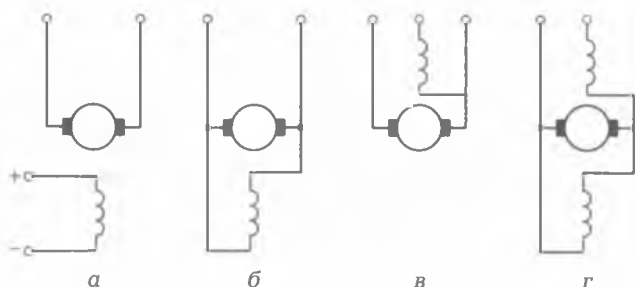

Рис. 7.23. Схемы возбуждения машин постоянного тока:
Свойства генераторов постоянного тока обусловлены в основном способом питания обмотки возбуждения (рис. 7.23). В зависимости от этого различают четыре типа генераторов:
1) с независимым возбуждением — обмотка возбуждения получает питание от постороннего источника постоянного тока (см. рис. 7.23, а);
2) параллельным возбуждением — обмотка возбуждения подключена к обмотке якоря параллельно нагрузке (см. рис. 7.23, б);
3) последовательным возбуждением — обмотка возбуждения включена последовательно с обмоткой якоря и нагрузкой (см. рис. 7.23, в);
4) со смешанным возбуждением — имеются две обмотки возбуждения: одна подключена параллельно нагрузке, а другая — последовательно с ней (см. рис. 7.23, *г*).